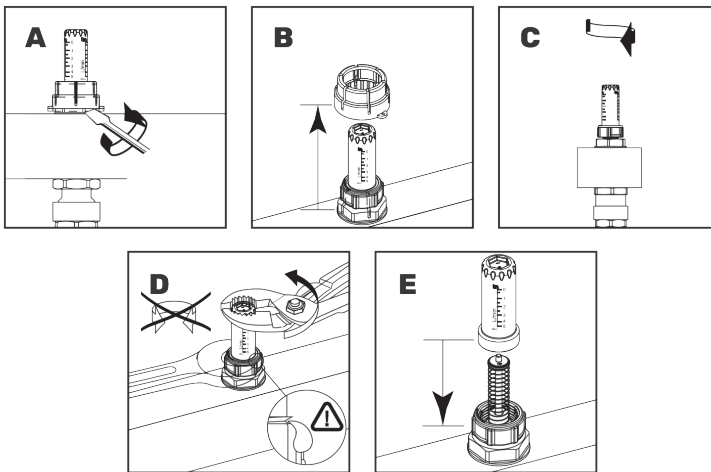

Рис. 3. Очистка расходомера
7. ОЧИСТКА РАСХОДОМЕРА (РИС.3).
- Выкрутите колбу расходомера с помощью ключа, придерживая черный штуцер другим ключом (D);